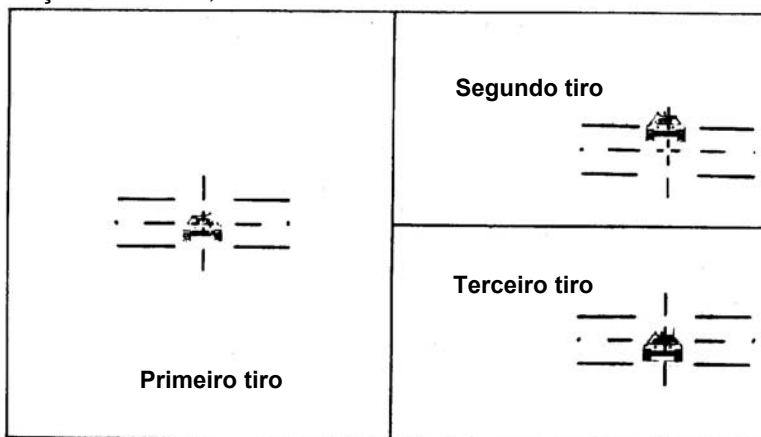

Fig 9-4. Tiro de combate
(1) Quando se atira com munição APDS ou FS a menos de 1.500 m, a observação é quase impossível. Nos tiros com munições anticarro a grandes distâncias e nos tiros com munições mais lentas a qualquer distância, um tiro pode vir a não ser observado por alguns fatores como:
(2) Métodos do tiro de combate (Fig 9-4) - Para tiros com munições anticarro a distâncias inferiores a 1.500 m, aplica-se o método do tiro de combate. Esse método permite realizar uma correção rápida, considerando que um tiro não observado na maiorias das vezes é longo.
(a) Execução (Fig 9-4)